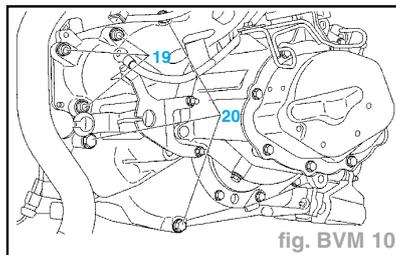

fig. BVM 10
- Déposer les vis (19) (suspendre le démarreur) (fig. BVM 10).
- Déposer les vis (20).